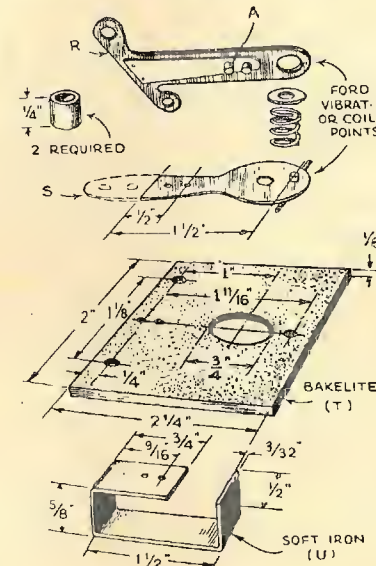

Fig. 2.
Il vibratore si compone di due pezzi di una bobina di automobile Ford (mod. T). Il pezzo « R » (fig. 2) ha una puntina per il contatto e l'altra per il fermo (A). In testa alla molla-vibratore « S » viene saldato un pezzo di filo lungo 25 mm, circa (1" di filo da campanelli (N. 16 B. e S.). Questo filo aumenta il momento d'inerzia del punto vibrante, dando una migliore stabilità alla vibrazione.
Il nucleo magnetico del vibratore si compone di una piastrina di ferro dolce (*soft iron*) dello spessore di 2,5 mm, circa ($3/32''$), larga 12 $1/2$ mm. circa ($1/2''$), e lunga 102 mm. circa ($4''$), piegata come è mostrato in «U» della fig. 2. Si fascierà il lato più lungo ($1\ 1/2'' = 38$ mm.) con nastro isolante e vi si avvolgeranno 50 spire di filo 1,3 mm. doppia copertura cotone, facendo tre prelieve intermedie, e precisamente alla 25.a, alla 30.a ed alla 40.a spira. Il vibratore viene montato su di una piastrina di bachelite di 50×57 mm. ($2'' \times 2\ 1/4''$) come «T» nella fig. 2. Quando esso è